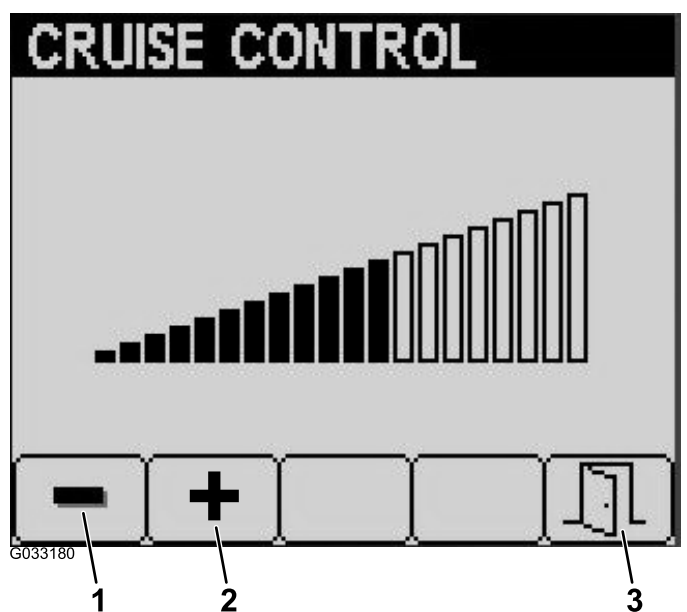

Figura 20
3. Dalla schermata Cruise Control (comando elettronico della trazione), premete il pulsante 1 per ridurre la velocità del comando elettronico della trazione o il pulsante 2 per aumentarla (Figura 20).
4. Una volta impostata la velocità desiderata del comando elettronico della trazione, premete il pulsante 5 per uscire (Figura 20).